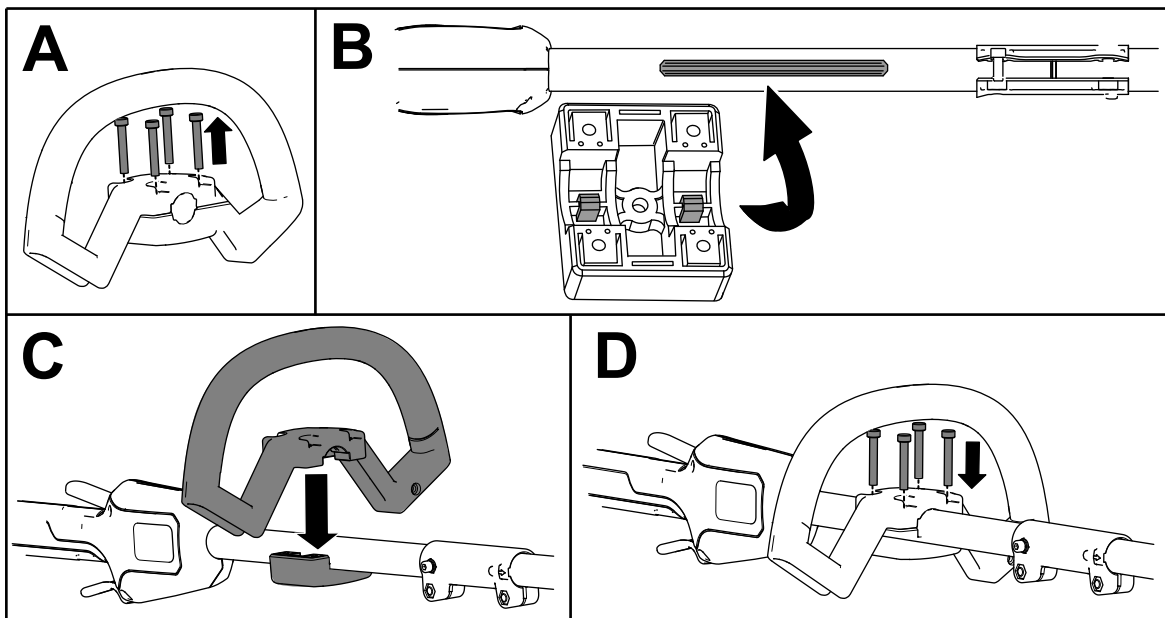

Figure 4
1. Séparez la poignée auxiliaire du support en retirant les 4 vis à tête creuse à l'aide de la clé Allen fournie (A de la Figure 4).
2. Alignez les guides sur le support de la poignée auxiliaire et le guide sous le manche de la débroussailleuse (B de la Figure 4).
3. Placez la poignée auxiliaire au-dessus de son support sur le manche de la débroussailleuse (B de la Figure 4).
4. Fixez la poignée auxiliaire à son support à l'aide des 4 vis à tête creuse retirées précédemment (D de la Figure 4).
3. Fixez le déflecteur à la base de la débrossailleuse à l'aide des 2 vis à tête creuse, des 2 rondelles et des 2 entretoises retirées précédemment (C de la Figure 4).